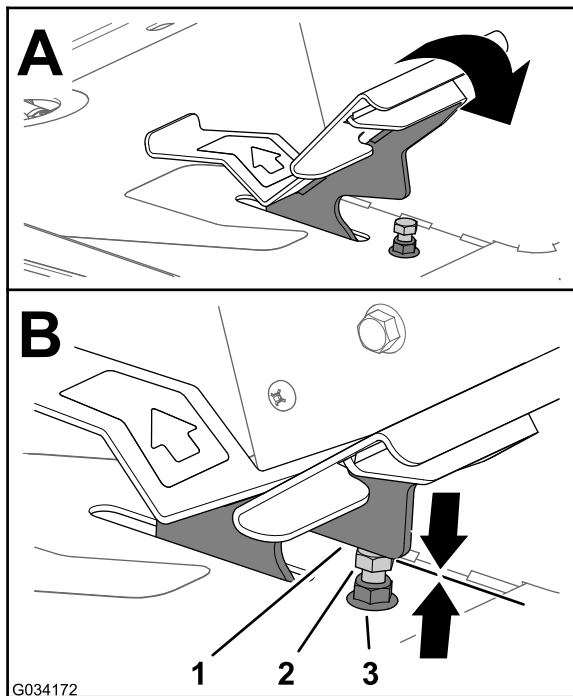
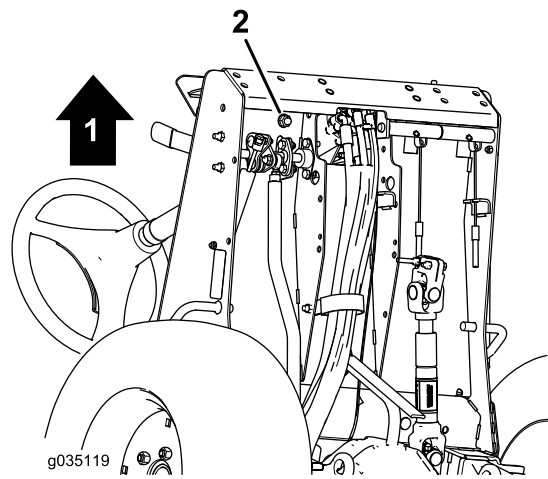

Figura 75
Figura 76
1. Spostate completamente in avanti il pedale di trazione (Figura 75).
- A. Fissate l'arresto del pedale di trazione (Figura 75) con una chiave.
- B. Allentate il controdado nella parte inferiore della piastra di appoggio del piede (Figura 76).
- C. Spostate completamente in avanti il pedale di trazione (Figura 75).
- D. Mantenendo fisso l'arresto del pedale di trazione, regolate il controdado sopra la piastra di appoggio del piede (Figura 75) fino a quando il pedale della trazione non viene a contatto con l'arresto.
- F. Mentre tenete fisso l'arresto del pedale di trazione, serrate il controdado nella parte inferiore della piastra di appoggio del piede (Figura 75 e Figura 76) a 37-45 N·m.